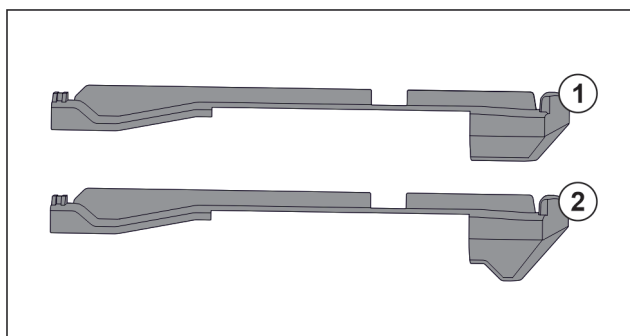

Fig. 122 对比插装件
冰箱中有两种不同的插装件。最底部抽屉上方的插装件 Fig. 122 (2) 有一个三角形的边缘。其他所有的插装件 Fig. 122 (1) 都有一个直的边缘。
- ▶ 将带有三角形边缘的插装件 Fig. 122 (2) 安装在最底部抽屉上方。
- ▶ 将带有直边缘的插装件 Fig. 122 (1) 安装到所有其他的位置上。